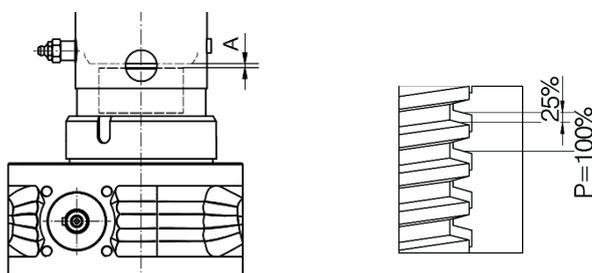

Fig. 12: Porca de segurança SIFA: Dimensão "A" para comparação durante o teste de desgaste
3. Se estiver montada uma porca de segurança SIFA. Medir a medida "A" e anotá-la (ver Fig. 12). Esta medida no estado novo serve como medida de referência no decorrer da operação e é necessária para poder avaliar o desgaste mais tarde (ver capítulo 7.1.1)
3. Se estiver montada uma porca de segurança SIFA: Usar de acordo com Fig. 12.